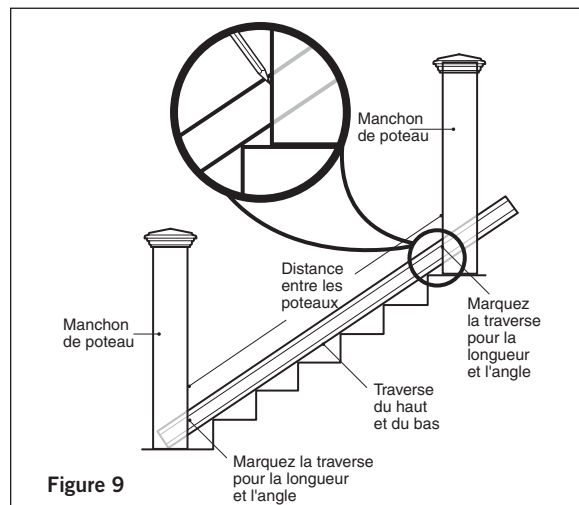

Figure 9
Étape 4 : Mesurez la distance entre les manchons de poteaux installés pour déterminer la longueur des traverses du haut et du bas. Déposez la traverse inférieure sur les marches avec les trous pré-perçés face vers le bas. La distance entre le poteau et le premier balustre devrait être de moins de 4 po et égale aux deux extrémités. Marquez l'angle et la longueur. Faites de même avec la traverse du haut. Retirez un autre 1/4 po aux deux extrémités (1/2 po en tout) pour la fixation pour s'ajuster entre la traverse et le poteau. Taillez les traverses du haut et du bas selon la longueur avec le même angle (**figure 9**).